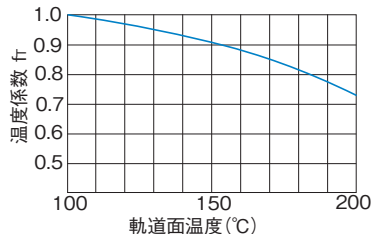

図2 温度係数(f_T)
- f_T : 温度係数 (A10-8 図2参照)
LMローラーを使用する使用環境が100℃をこえるような高温の場合は、高温による悪影響を考慮して図2の温度係数を乗じます。